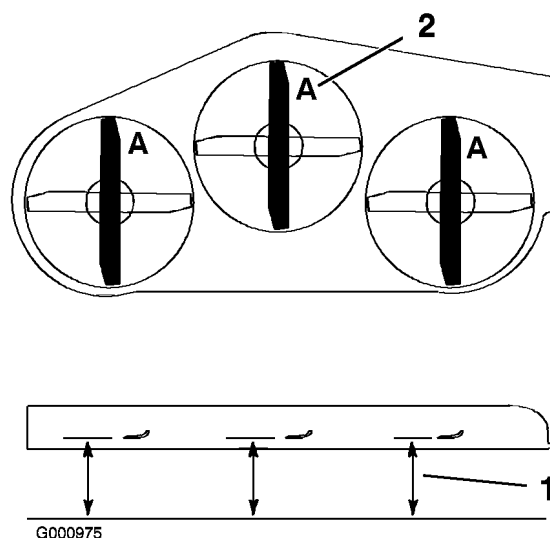

Figura 65
3. Gire las cuchillas hasta que los extremos estén orientados hacia adelante y hacia atrás (Figura 65). Mida desde una superficie nivelada hasta el filo de corte, posición **A**, de las cuchillas (Figura 65). Anote esta dimensión.